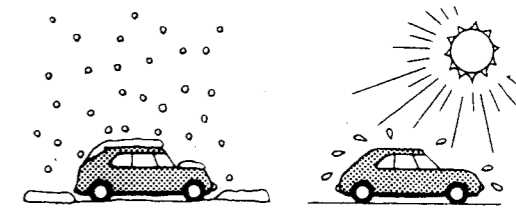

Fig. 6/Abb. 6
- **Temperature inside the car:** In order to ensure proper performance, be sure the temperature in your car is above 14°F (-10°C) and below 140°F (60°C) before turning your unit on. Good air circulation is essential to prevent internal heat built-up in the unit. (Fig. 6)
- **Temperatura all'interno dell'automobile:** Per assicurare le migliori prestazioni della Vostra unità fare in modo che la temperatura all'interno dell'automobile sia compresa fra i -10°C ed i 60°C prima di accendere l'unità. Una buona ventilazione è indispensabile per prevenire surriscaldamenti all'interno dell'unità. (Fig. 6)